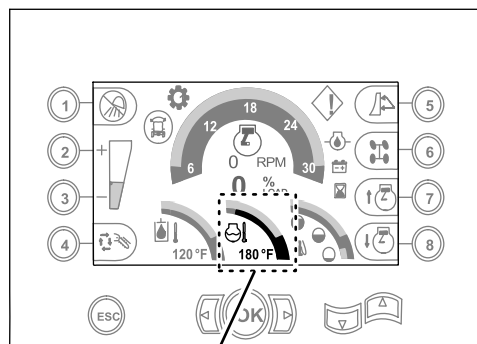

Figura 103
- C. Haga funcionar el motor durante cinco minutos, o hasta que la pantalla del centro de control indique una temperatura del refrigerante de 82 °C, luego pare el motor (Figura 103).